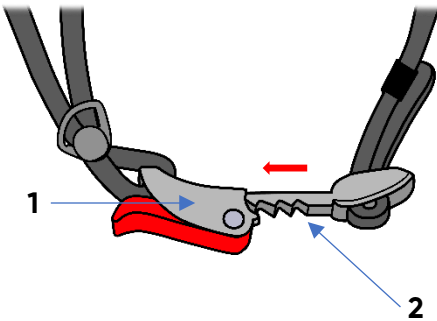
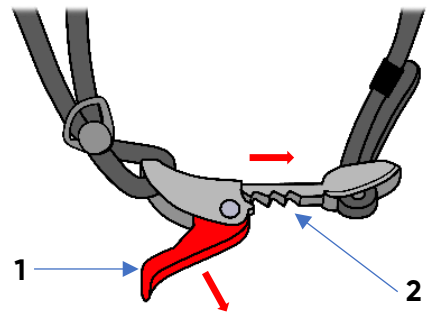

Fig. 4
Fig. 5
Pour attacher la jugulaire, il faut insérer dans le loquet (1) l'élément de la sangle (2) (Fig.4). Pour détacher la jugulaire, il faut pousser le clip vers l'extérieur (1) et libérer l'élément de la boucle (2) du loquet. (Fig.5)